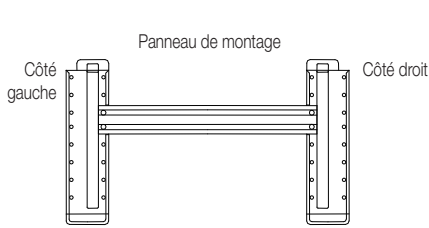

Fig. 4
- Percez des trous comme illustré à la Fig. 4. Le trou, de 80 mm de diamètre, doit être incliné légèrement vers le bas.